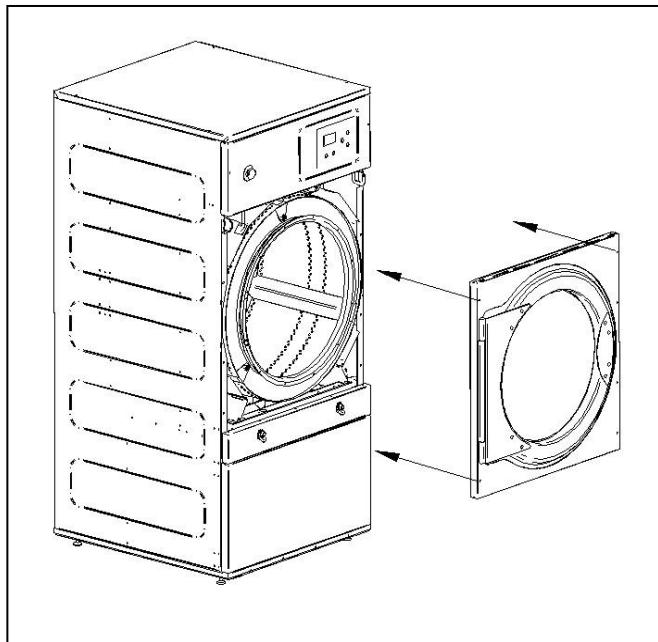

рис. 3.
6. Установить переднюю часть дверцы, поворачивая ее на 180°, так, чтобы петли оказались на противоположной стороне. Для этого необходимо снова воспользоваться 6 болтами "B" и 2 болтами "B1" и шестигранным шлицом на 3. См. рис. 3